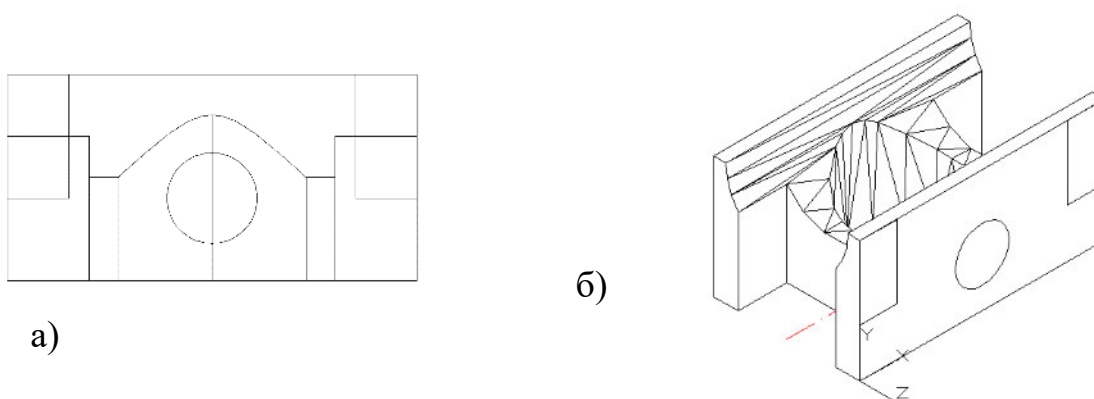

Рисунок 7.1.10 - Плоский контур:
- Провести окружность с центром 50,20 и радиусом 11 мм. Рисунок 7.1.10.